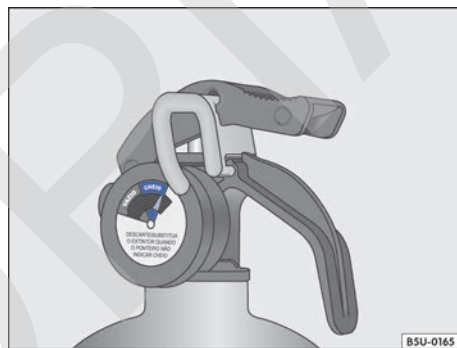

Fig. 148 En el extintor: indicador de carga (manómetro).
- Carga - el puntero debe estar en la franja verde del manómetro (cargada) → fig. 148.